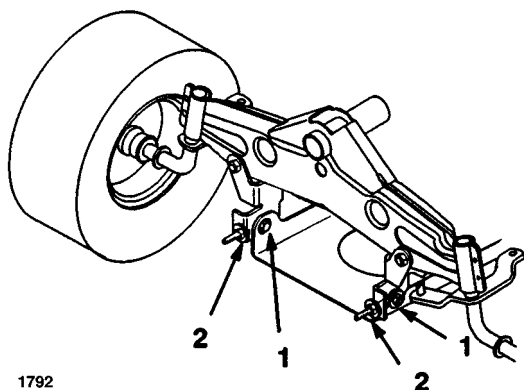

Figure 53
7. Pour régler l'inclinaison avant/arrière des lames, desserrer légèrement les boulons de montage de la plaque pivot avant (Fig. 53).
8. Tourner les contre-écrous sur les boulons à oeil pour modifier le réglage (Fig. 53). Pour relever l'avant de la tondeuse, serrer les contre-écrous des boulons à oeil; pour l'abaisser, desserrer les contre-écrous.
9. Lorsque les contre-écrous sont réglés de manière uniforme, vérifier à nouveau l'inclinaison avant/arrière. Poursuivre le réglage jusqu'à ce que la pointe des lames avant soit plus basse de 0-9,2 mm par rapport à la pointe des lames arrière (Fig. 53).
10. Quand l'inclinaison avant/arrière correcte est obtenue, serrer les boulons de montage de la plaque pivot (Fig. 53).